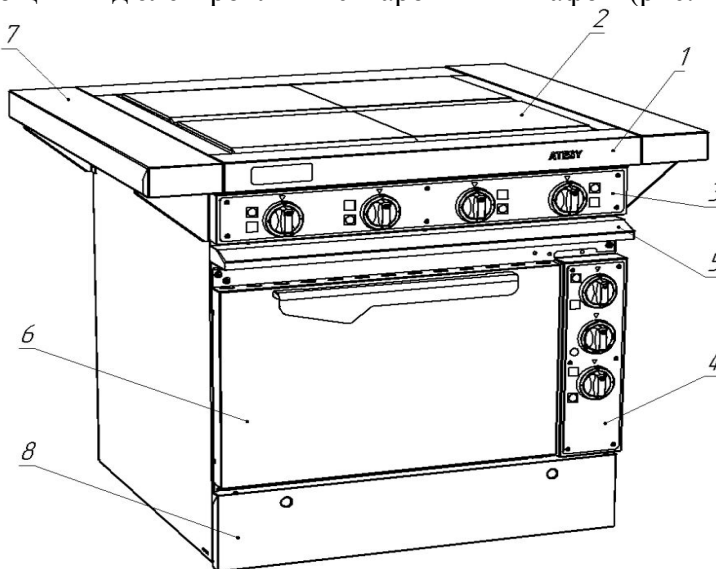

Рис.1
2.1. Общий вид электроплиты с жарочным шкафом (рис. 1):